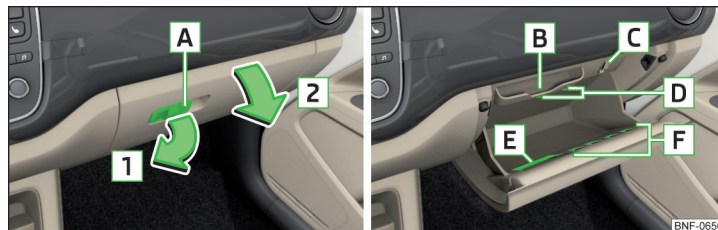

Fig. 69 Deschiderea compartimentului de depozitare/spațiul interior al compartimentului de depozitare
Compartimentul de depozitare » fig. 69
- » Dacă în mânerul de deschidere **A** » fig. 69 se găsește un cârlig rabatabil » fig. 71 la pagina 66, îndepărtați de pe acesta bagajele agățate.